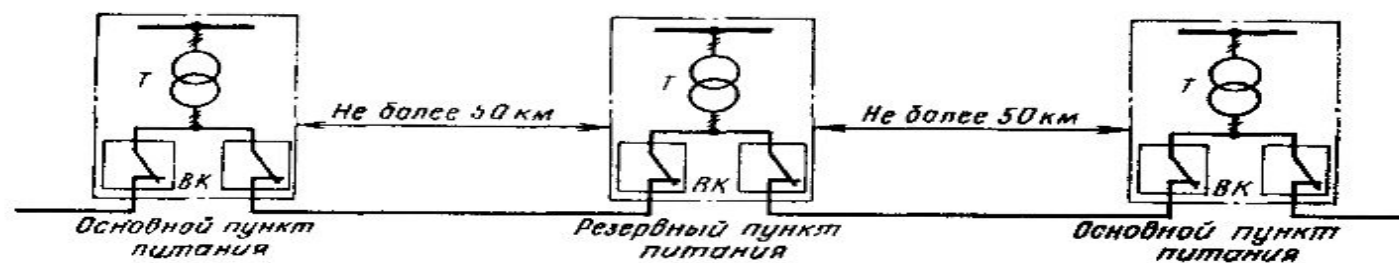

Рис. 251. Схема питания ВЛ СЦБ при системе переменного тока
- При системе переменного тока длина плеча питания не должна превышать 50 км (рис. 251). Питание каждого плеча ВЛ СЦБ и ВЛ ПЭ следует выполнять отдельным и, кроме того, питание каждого плеча ВЛ СЦБ должно проходить через изолирующие трансформаторы Т